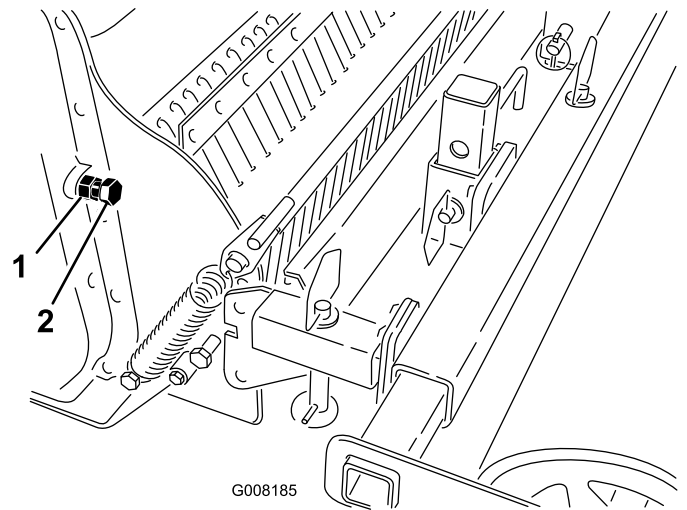

Bild 11
3. Drehen Sie die Schraube so weit mit der Hand ein, bis Sie Widerstand spüren (Bild 11).
2. Lockern Sie die Klemmmutter an der Ketteneinstellschraube (Bild 11).